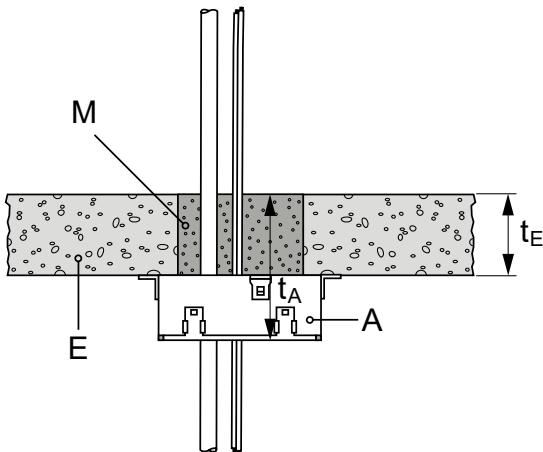

Рис. 5: Тип ущільнення: одностороннє для підлогового застосування
Для застосування у перекриттях/підлогах, кільцевий простір між поверхнями мереж та базовим матеріалом (E) має бути заповнений стандартним розчином на основі гіпсу та вапна або цементу (M) з міцністю на стиск мінімум 1 Н/мм² (розчин M1-M10 відповідно до EN 998, наприклад Hilti CP 636), як показано на Рис. 5.